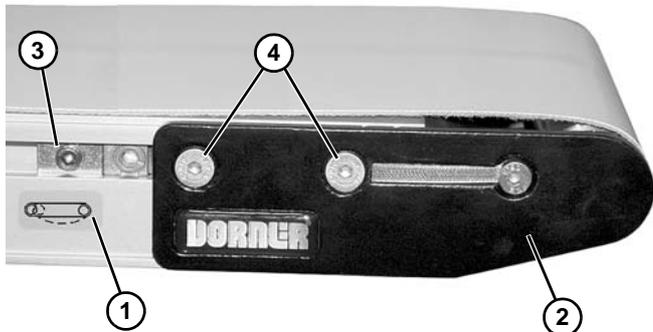

Figura 71
1. En el extremo tensor del transportador, identificado con  una etiqueta (**Figura 71, artículo 1**), empuje e inserte el conjunto de la placa del cabezal (**Figura 71, artículo 2**):
- a. En ambos lados del transportador, afloje y aleje los conjuntos de seguimiento de leva (Figura 71, artículo 3) (si se dispone de ellos) de las placas del cabezal.
- b. Afloje los tornillos de sujeción (Figura 71, artículo 4) y empuje hacia dentro el conjunto de la placa del cabezal.